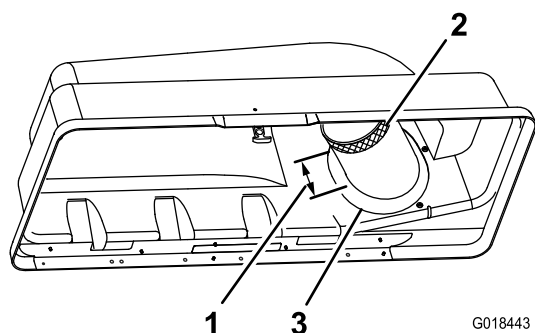

Figura 32
- i. Misurate 7,6 cm lungo il tubo di scarico superiore dalla guarnizione del tubo verso l'estremità dello stesso e fate un segno sul tubo in questo punto (Figura 32).
- i. Applicate del nastro intorno alla circonferenza del tubo di scarico superiore allineato con il segno sul tubo realizzato nel passaggio i (Figura 32).